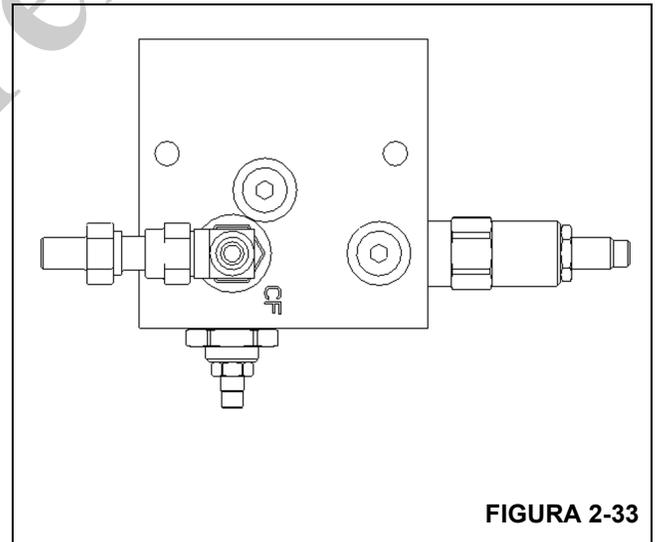

FIGURA 2-33
1. Conecte el manómetro al conector de desconexión rápida en la lumbrera CF Figura 2-33. Asegúrese que la máquina está a temperatura de funcionamiento, luego desenchufe el solenoide de la válvula del enfriador de aceite (ubicado cerca del motor del ventilador del enfriador de aceite) para asegurar que el ventilador está funcionando a plena velocidad.